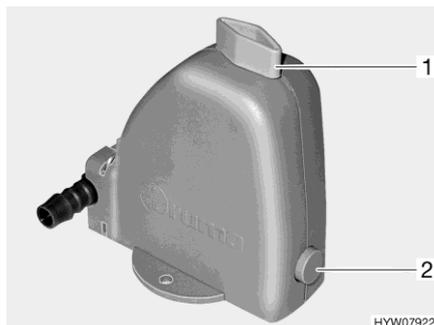

Fig. 90 Valvola di sicurezza/di scarico
Il riscaldamento è dotato di una valvola di sicurezza/di scarico (Fig. 90). La valvola di sicurezza/di scarico impedisce che l'acqua per la preparazione dell'acqua calda congeli in presenza di basse temperature esterne, quando il riscaldamento non è acceso.
- Chiudere la valvola di sicurezza/di scarico. A tal fine ruotare la manopola (Fig. 90,1) verticalmente rispetto alla valvola di sicurezza/di scarico e premere verso l'interno il bottone automatico (Fig. 90,2).
- Aprire la valvola di sicurezza/di scarico. A tal fine ruotare la manopola (Fig. 90,1) nel senso della lunghezza della valvola di sicurezza/di scarico. Il bottone automatico (Fig. 90,2) scatta all'infuori. Il serbatoio dell'acqua sanitaria viene svuotato verso l'esterno tramite la valvola di sicurezza/di scarico.